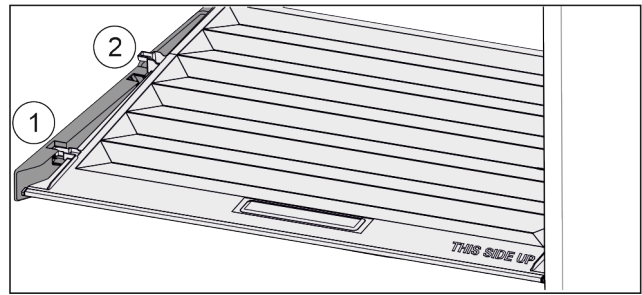

Fig. 48
- ▶ Кришку до отвору в деталях для підтримки потягнути вперед Fig. 48 (1).
- ▶ Підняти ззаду знизу та вийняти Fig. 48 (2) вгору.